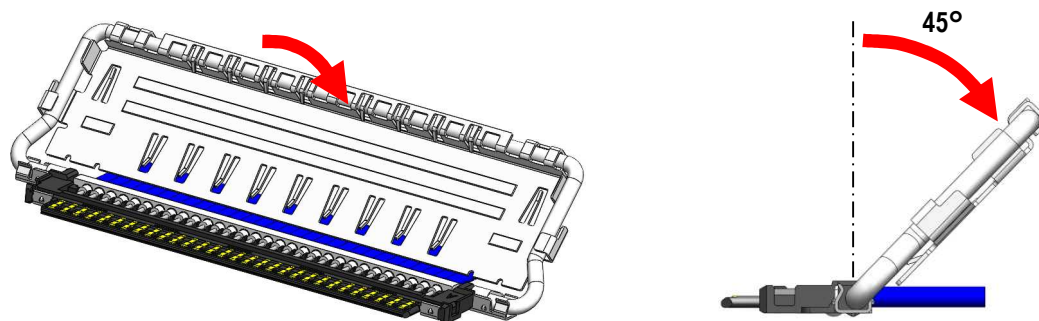

図 7. LOCK BAR ASS'Y を傾けた状態
①図 7 の様に LOCK BAR ASS'Y をケーブル側に 45°傾ける。